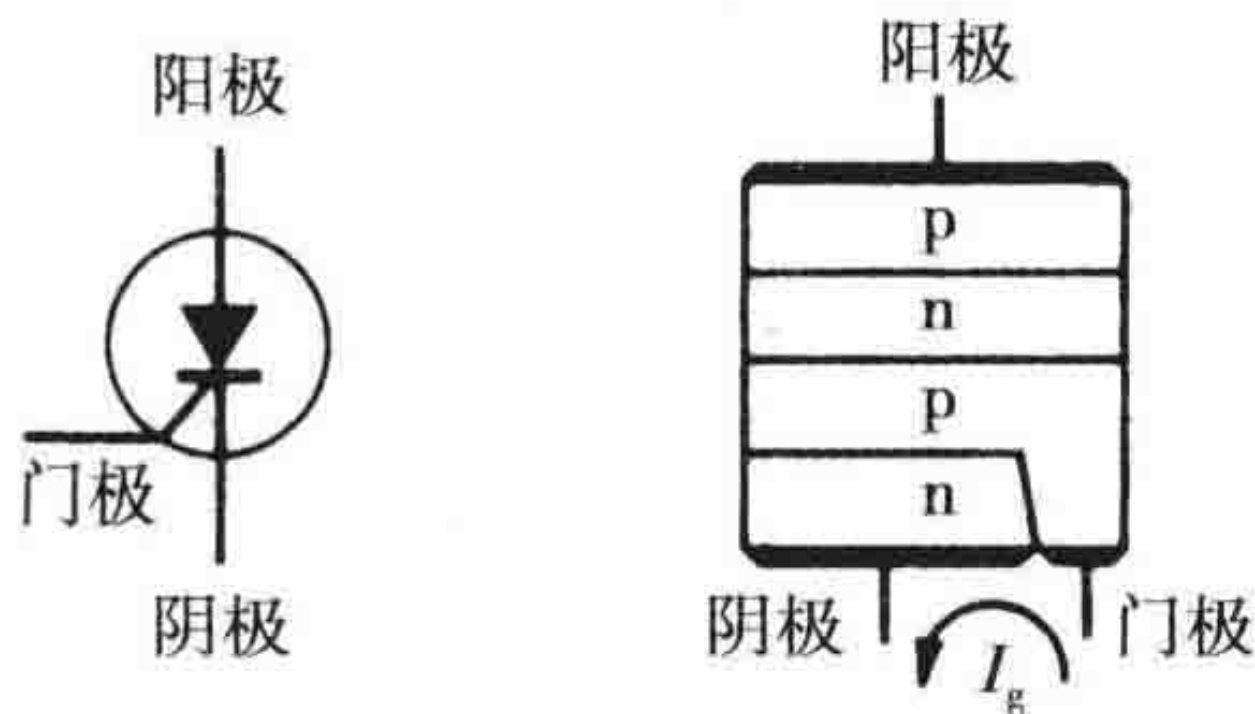

图 7-14 SCR 的层结构
**SCR 的结构** 一个器件的详细结构能够提供它的操作信息。固态装置是由 P 型材料和 N 型材料构成的 PN 结制成的。双极型晶体管、二极管以及 FET（场效应晶体管）都是这样构成的。SCR 是通过四层交替的 P 型材料和 N 型材料制成的。大多数 SCR 是用硅制成的，但是有的也会用锗（如图 7-14 所示）。
注意观察图 7-14 中 P 层材料和 N 层材料是怎样夹在一起的。另一个需要注意的是它具有 3 个结。从这些层上引出 3 根外部接线，分别称作阳极（A）、阴极（K）和门极（G）。